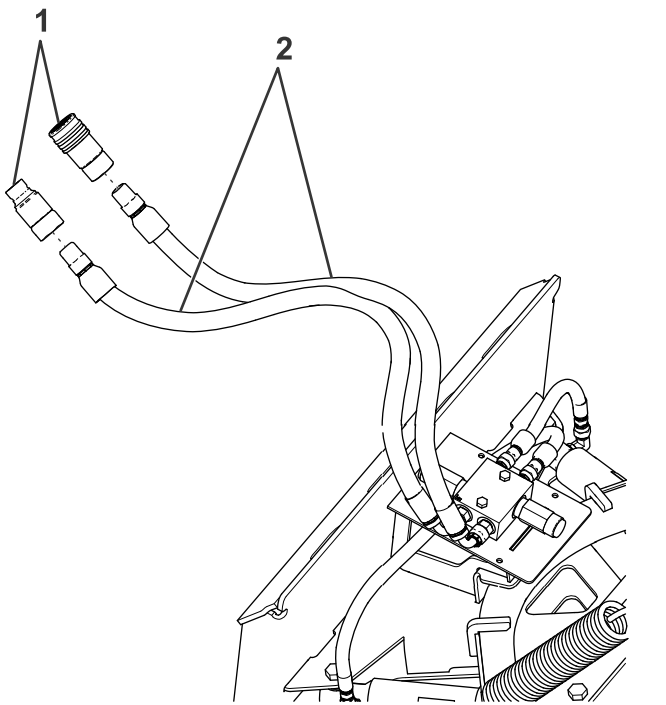

Figure 8
9. Reliez les raccords à 90° des flexibles longs aux raccords sur le côté droit du bloc hydraulique (Figure 8).
10. Fixez les raccords rapides à l'extrémité libre des flexibles longs, comme montré à la Figure 8.